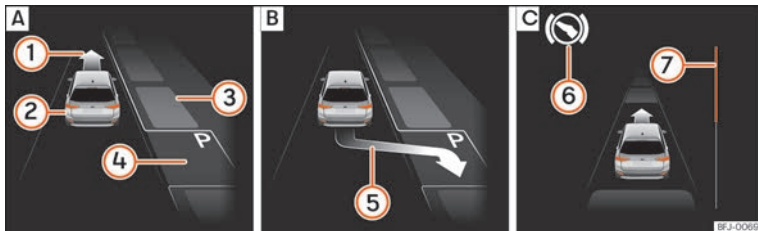
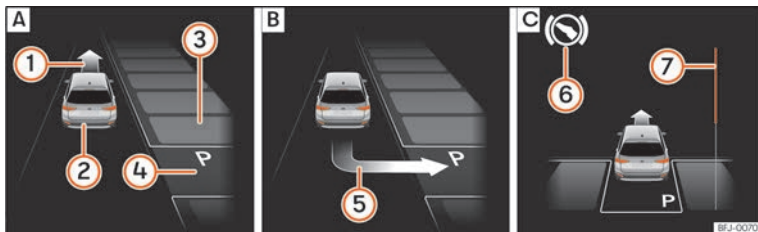

Abb. 282 Am Bildschirm des Kombi-Instruments: parallel zur Fahrbahn einparken. **A**) Parklücke suchen. **B**) Position zum Einparken. **C**) Rangieren.
Abb. 283 Am Bildschirm des Kombi-Instruments: quer zur Fahrbahn einparken. **A**) Parklücke suchen. **B**) Position zum Einparken. **C**) Rangieren.
Legende zu **Abb. 282** und **Abb. 283**:
» **Abb. 282** ⑦ und » **Abb. 283** ⑦ am Bildschirm des Kombi-Instruments zeigt symbolisch die noch zu fahrende relative Fahrstrecke an. Je länger die Distanz ist, desto größer ist der Füllstand des Fortschrittsbalkens. Bei Vorwärtsfahrt nimmt die Füllung des Fort-
2.	Schauen Sie auf der Bildschirmanzeige im Kombi-Instrument, ob die Parklücke als „geeignet“ erkannt wurde und ob die korrekte Position zum Einparken »» Abb. 282 [B] oder »» Abb. 283 [B] erreicht wurde.
Fahren Sie rückwärts, bis das Dauertonsignal des ParkPilot ertönt. ODER: fahren Sie zurück, bis auf dem Bildschirm des Kombi-Instruments die Anzeige für Vorwärtsfahren »» Abb. 282 [C] oder »» Abb. 283 [C] erscheint.
9.	Fahren Sie vorwärts, bis das Dauertonsignal des ParkPilot ertönt. ODER: fahren Sie vorwärts, bis am Bildschirm des Kombi-Instruments die Anzeige zur Rückwärtsfahrt erscheint. Der Parklenkassistent lenkt das Fahrzeug vorwärts und rückwärts bis es in der Parklücke zentriert ist »» Abb. 282 [C] oder »» Abb. 283 [C] .